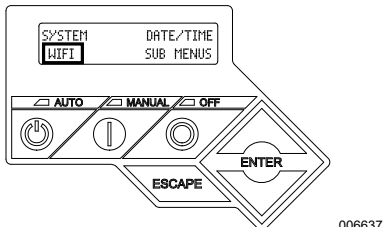

Figure 3-6. Sélectionner le menu Wi-Fi
1. Voir **Figure 3-6**. Sur l'afficheur du contrôleur principal, sélectionner le menu Wi-Fi et appuyer sur ENTER.